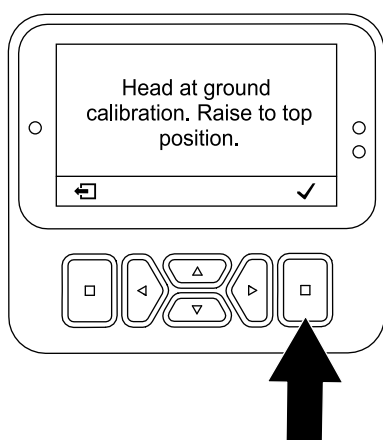

Figura 108
- Se le fustelle iniziano a penetrare nel terreno: premete il pulsante Invio (Figura 108) e avviate l'applicazione per l'IMPOSTAZIONE DELL'ALTEZZA DAL TERRENO; fate riferimento a Esecuzione dell'applicazione per l'Impostazione dell'altezza dal terreno \(pagina 40\).